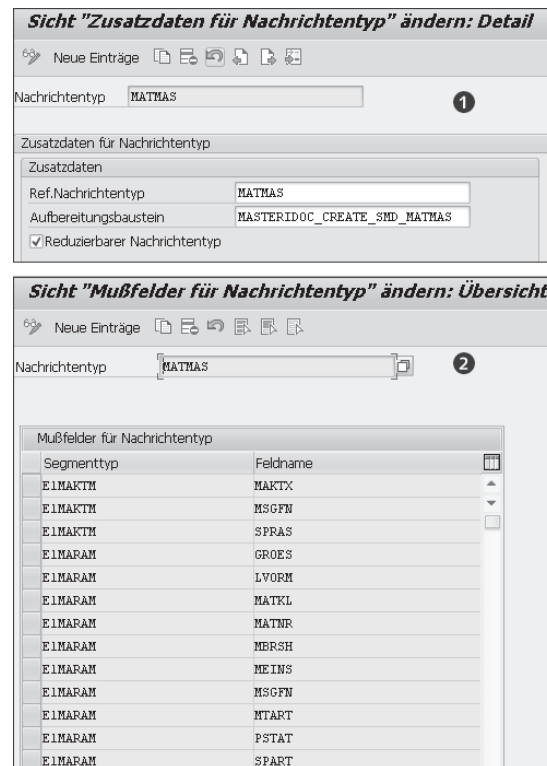

Abbildung 2.12 Grundpflege für reduzierbare Nachrichtentypen
IDoc Pflicht sind. In Abbildung 2.12 sehen Sie einen Ausschnitt der Daten für den Nachrichtentyp MATMAS. Unter ❶ sehen Sie die Detailansicht von Transaktion BD60. Das SAP-System gibt hier den Nachrichtentyp als reduziert vor. Unter ❷ sehen Sie Transaktion DB65, in der vom SAP-System und teilweise auch von Ihnen Muss-Felder definiert werden können.